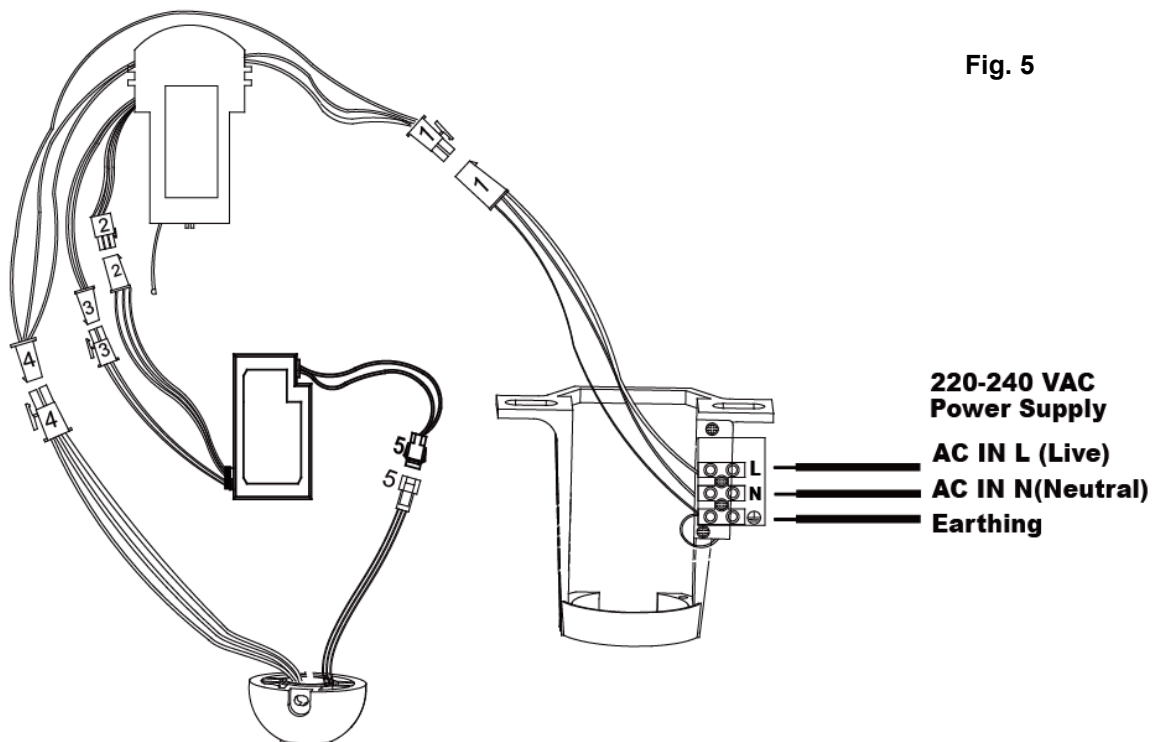

Fig. 5
3. Fate riferimento allo schema di collegamento fornito per il Collegamento elettrico/installazione. **Fig.5**